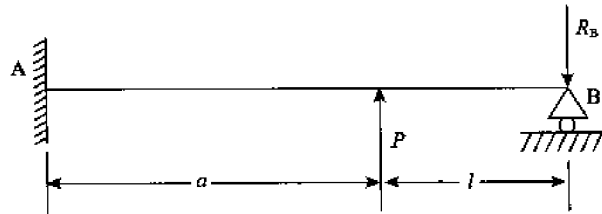

图 9-37
5. 如图 9-37 所示, 装有尾顶针的车削工件可简化成静不定梁, 用卡氏定理求铰支座反力。